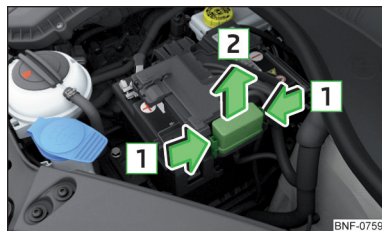

Bild 169
Säkringarna finns under ett lock bredvid bilbatteriet » bild 169.
- Tryck ihop spärrknapparna **1** på locket » bild 169 samtidigt.